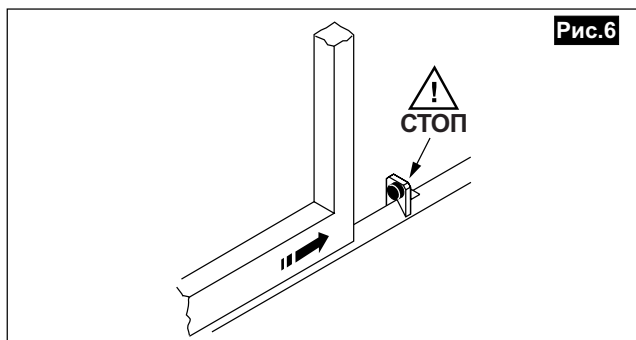

Рис.6
- Оборудована ограничителями открывания створки (**рис.6**), чтобы предотвратить выкатывание ворот с направляющей.